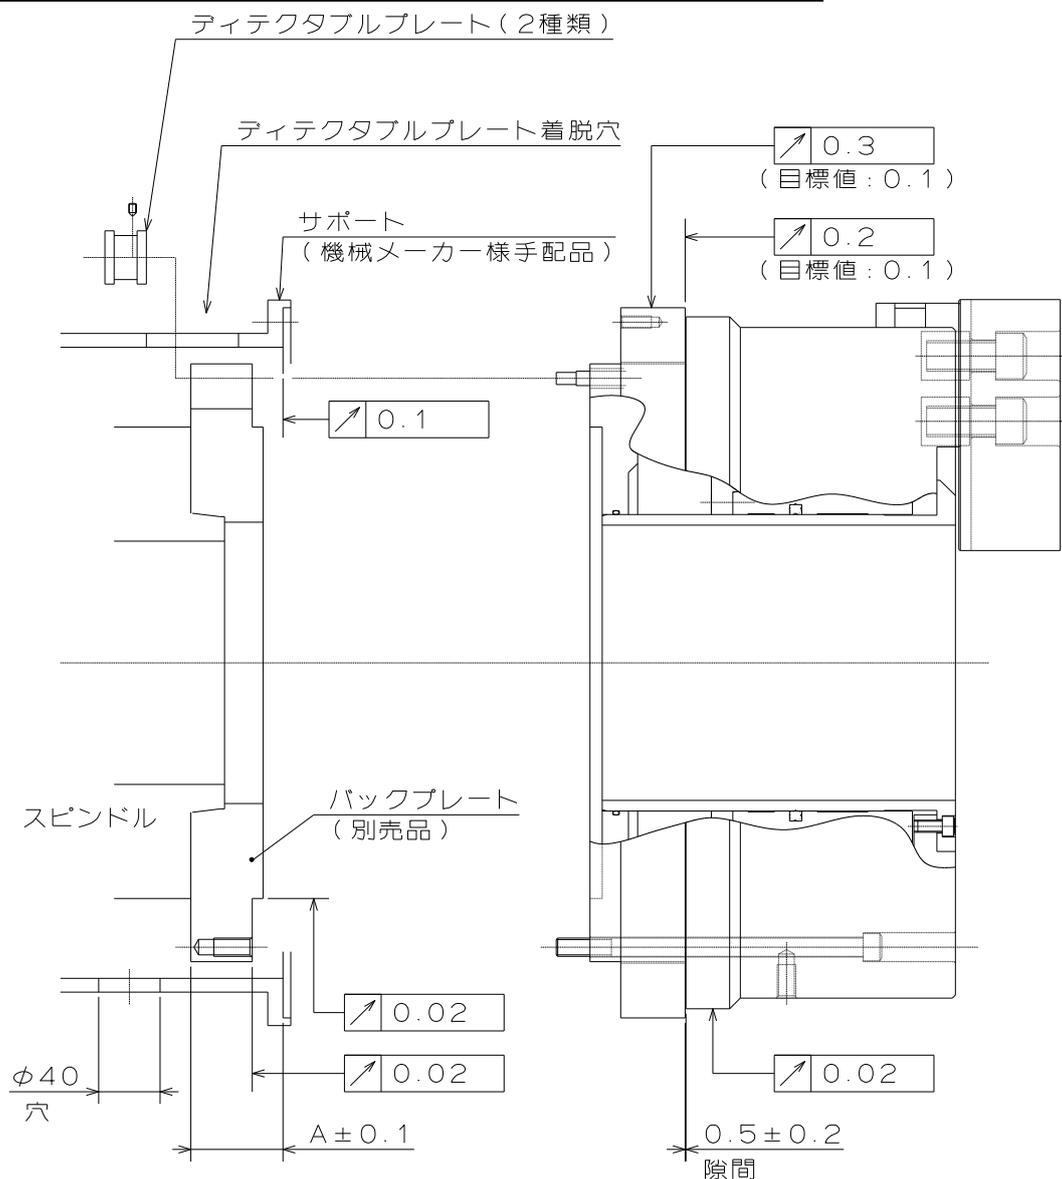

図 15
- バックプレートの振れは加工精度に直結するため、バックプレートの端面振れ・インロー径振れは図 15 に示すように 0.02mm 以下にすること。
- エアサプライリングを旋盤本体に固定するためのサポートを設けること。寸法はそれぞれの納入仕様書を参照すること。図 15 のように、サポート端面の振れが 0.1 以下、サポートの A 寸法を ± 0.1 以内に調整できるようにサポートの構造を工夫すること。
- サポートには図 15 のようなエア逃がし穴 ($\phi 40$ 以上) を真下に設けること。この穴はエアサプライリングとチャックのすき間から出るエアを逃がすため、穴がないとジョーの動作速度が遅くなる。
- 図 15 のように、サポート側面にディテクタブルプレート着脱用の穴を設けておくと、エアサプライリングをサポートに固定したままチャック本体の着脱が可能になる。その場合、チャック着脱時以外は蓋で塞ぎ、サポート内に切削水や切粉が入らないようにすること。
- サポートおよびエアサプライリングを取り付けた際の振れは図 15 の値以下となるように調整すること。また、エアサプライリングとボデーの隙間が $0.5 \pm 0.2\text{mm}$ であることを確認すること。エアサプライリングとボデーが接触している場合、チャック回転時に焼き付いて危険。